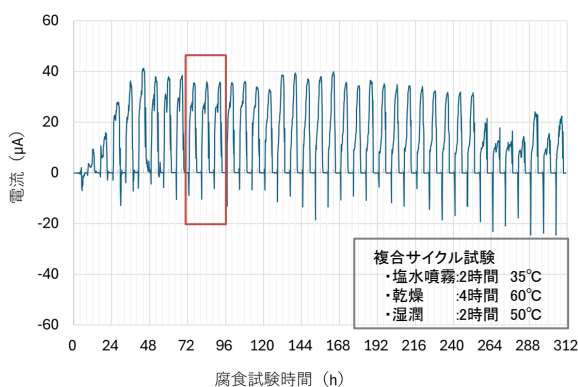

図3 腐食試験中の電流値(ADC12、すきま0.1mm)
- 例) 図3 腐食試験中の電流値(ADC12、すきま0.1mm)